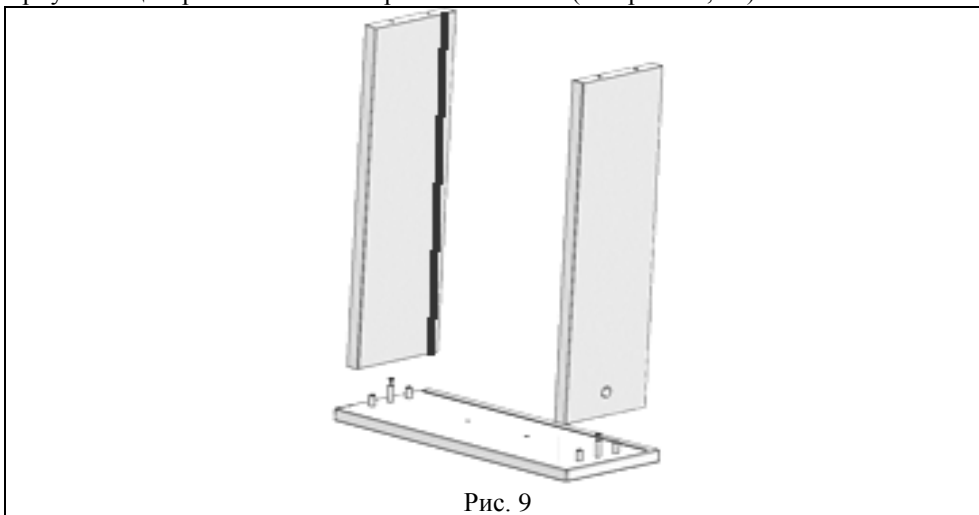

Рис. 9
5.2.2 На сборку по п. 5.2.1 установить боковину ящика правую (поз. 10), боковину ящика левую (поз. 9) (см. рис. 9). В отверстия боковин вставить эксцентрики ЕС03ЗL/16 (поз.5, пакет №127) (рис. 9а) стрелкой в направлении стенки передней и повернуть эксцентрик по часовой стрелке 180° max. (См. рис. 9а, 9б).
Рис. 9а
Рис. 9б